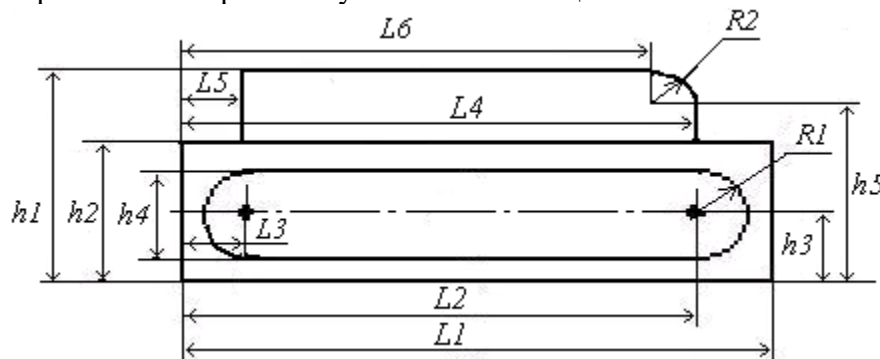

Рис. 3
**Задача №3.** Разработать *EXPRESS*-модель чертежа детали, представленного на рис. 3. Размеры для различных вариантов указаны в Таблице 3.